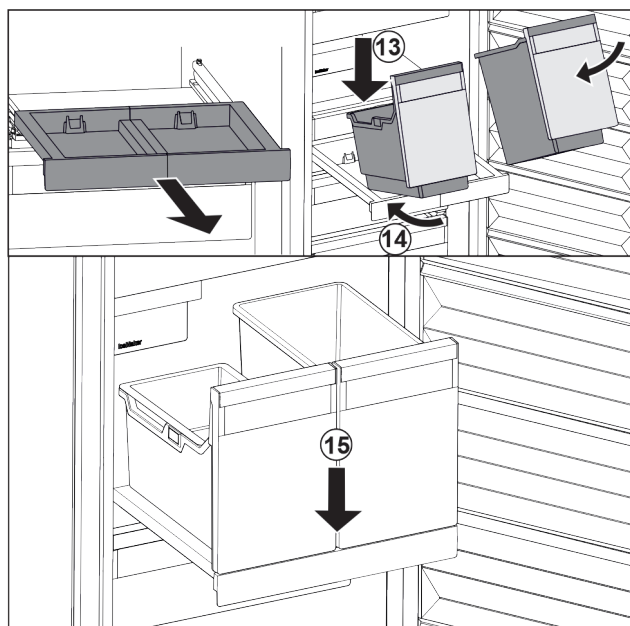

Fig. 110
- ▶ Posodo položite na izvlečno polico v poševnem položaju. Fig. 110 (13)
- ▶ Posodo potisnite v poševnem položaju proti zadnji strani. Fig. 110 (14)
- ▶ Posodo odložite spredaj. Fig. 110 (15)